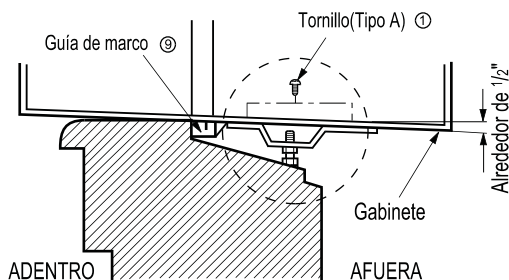

Fig. 4
4. Corte el sellode chasis de la ventana a la longitud apropiada. Pele el resfuerzo y aplique la Cinta de Espuma a la parte inferior del chasis de la ventana. FIG.4
4. Seleccione la posición en la que colocará el soporte del dintel ⑥ cerca del punto más externo del dintel. Fig. 4
5. Agregue el soporte del dintel al hueco de la guía del gabinete según la posición seleccionada usando 2 tornillos tipo A ① en cada soporte Fig. 4